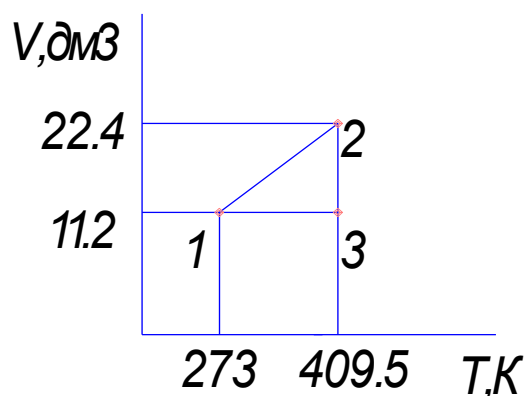

Рис.2
5. На V T -диаграмме изображен замкнутый процесс, который совершает некоторая масса азота (рис.2). Известно, что минимальное давление газа в этом процессе $P_{\text{min}} = 3 \cdot 10^5 \text{ Па}$. Определить массу газа и его давление в точке 1. Значения T_1 , T_2 , V_1 и V_2 указаны на рисунке.